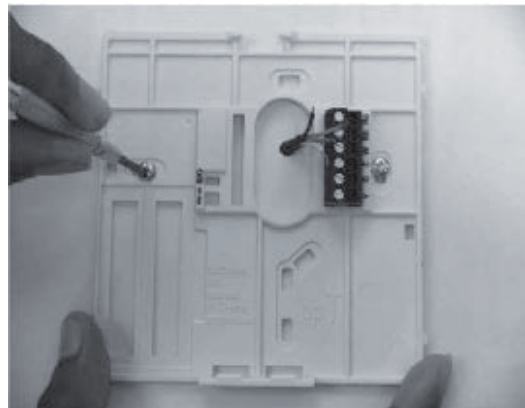

Fig. 1 - Montaje de la placa de apoyo
4. Dirigir los cables de NUI a través del agujero grande ubicado en la base de montaje. Nivelar dicha base contra la pared y marcar esta última a través de los dos agujeros de montaje. Ver fig. 1.